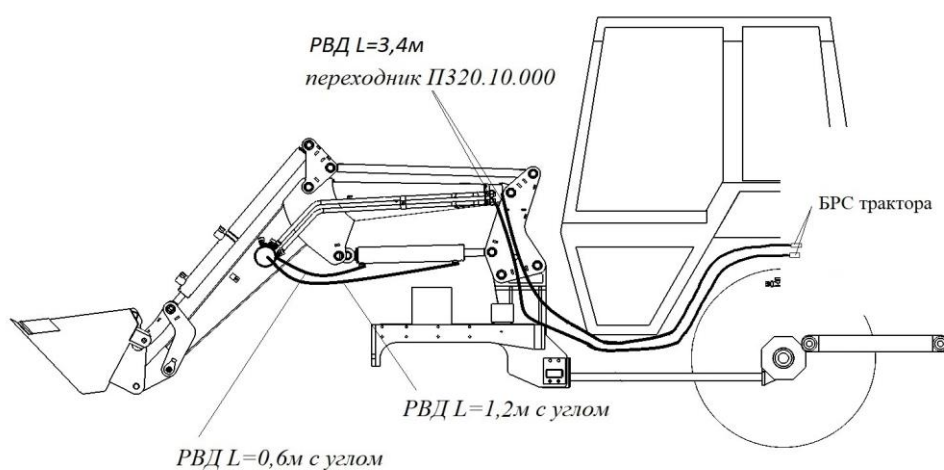

Рис.10 Правая сторона погрузчика
6.3.Сборка гидросистемы погрузчика. (рис.9, рис.10)